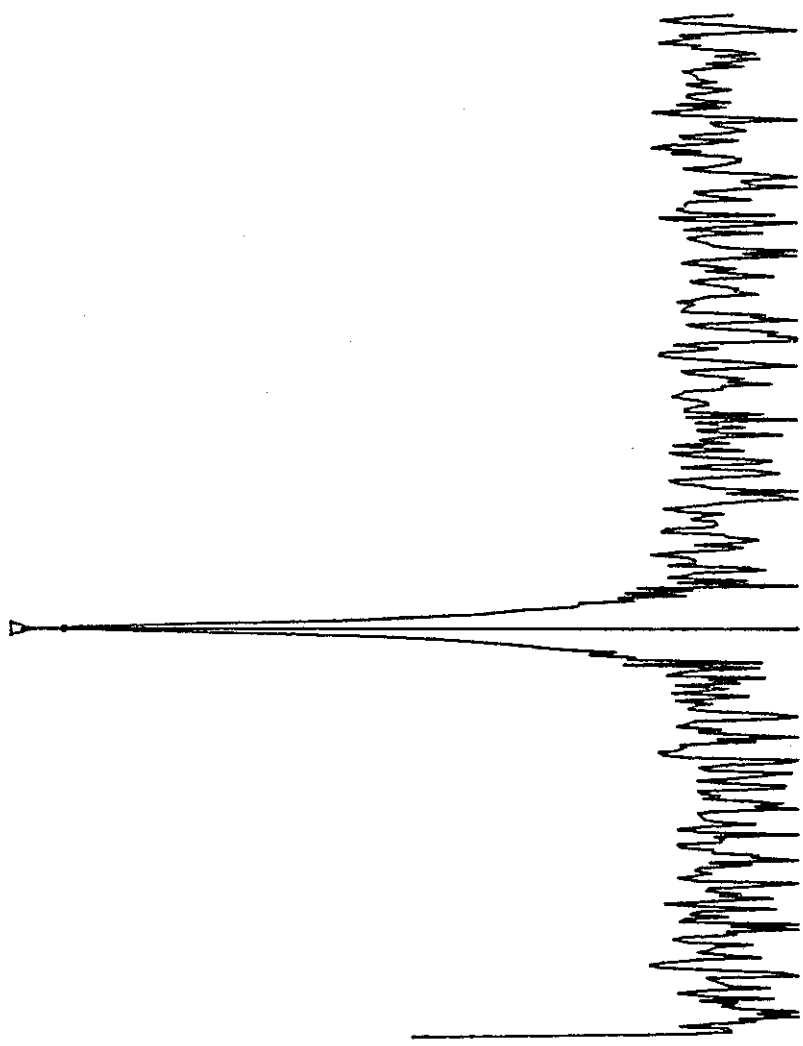
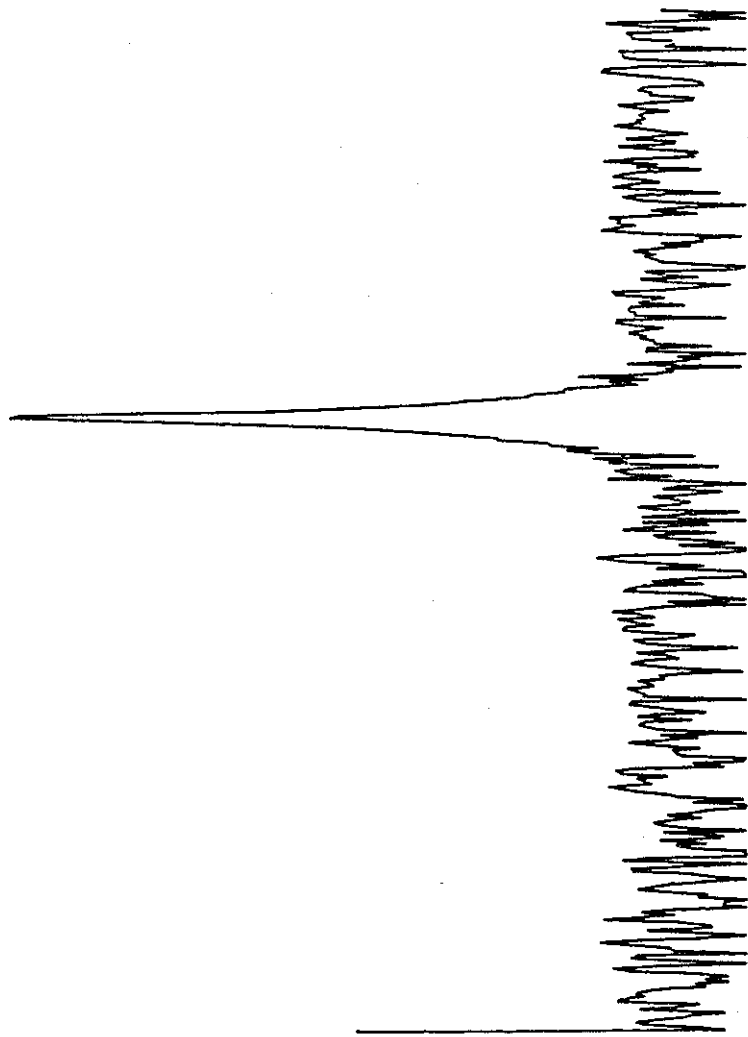

図6-12 プロッタ作図例
図 6-13 プロッタ作図例
**“ SIGNAL ”** : このモードは、CRT ディスプレイに表示されている波形情報だけを作図します。**“ FRAME + MENU ”** モードで作図を実行し、次にこの **“ SIGNAL ”** モードで作図を実行しますと、〔図 6-12〕に示しますように、最初の 1 回目の作図は CRT ディスプレイに表示されている波形、カーソル、およびそのリードアウトの情報が作図されます。2 回目以後の **“ SIGNAL ”** モードでの作図は、〔図 6-13〕に示しますように波形のみが作図されます。このモードを使用することによって、波形の重ね書きを行なうことができます。作図が終了しますと、**“ PAPER ADVANCE ”** のメニューが **“ AUTO ”** に設定されている場合、A4 カット・マークが描かれ、さらに **CHART HOLD** スイッチが OFF 状態ですと自動的に記録紙を約 21 cm だけ左へ送ります。